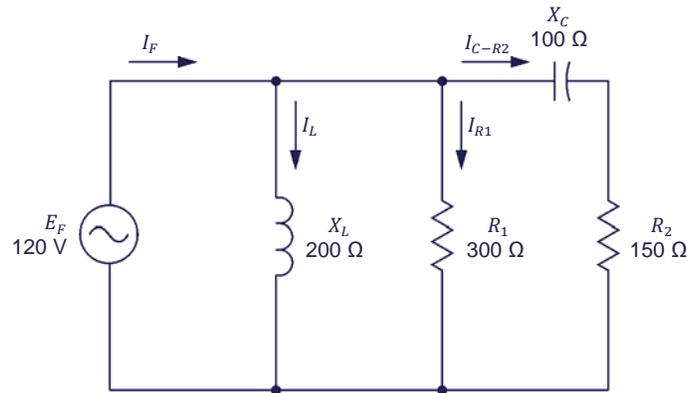

Figura 4-12. Circuito ca con dos resistores, un inductor y un condensador.
4. Calcule la potencia activa P_{R_2} disipada por el segundo resistor (R_2) del circuito de la figura 4-12.
5. Calcule la potencia aparente S_{C-R_2} del condensador y el segundo resistor (R_2) en el circuito de la figura 4-12.
6. Calcule la potencia activa P_{R_1} disipada por el primer resistor (R_1) del circuito de la figura 4-12.
7. Calcule la potencia reactiva total Q del circuito de la figura 4-12.
8. Calcule la potencia aparente S del circuito de la figura 4-12.
9. Calcule la corriente de la fuente I_F del circuito de la figura 4-12.
10. Calcule el factor de potencia FP del circuito de la figura 4-12.